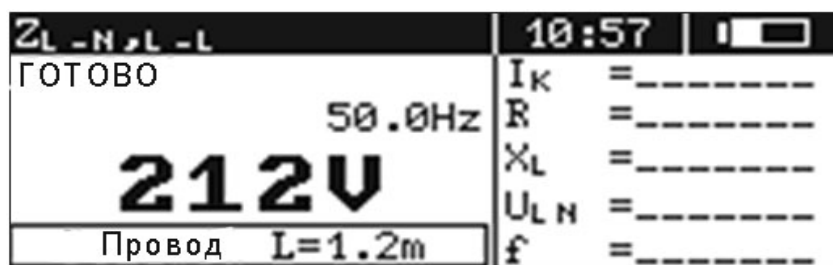
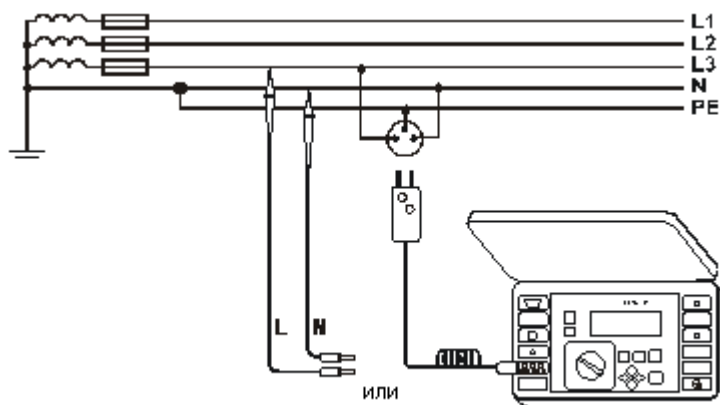
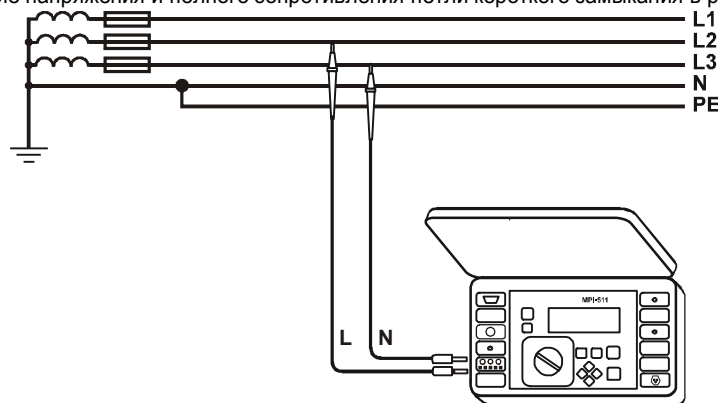

Рис.5. Измерение переменного напряжения для функции $U_{L-N, L-L}$, $Z_{L-N, L-L}$
Рис.10. Измерение напряжения и полного сопротивления петли короткого замыкания в рабочей цепи (L-N)
Рис.11. Измерение напряжения и полного сопротивления в рабочей цепи (L-L)
Измеритель фиксирует и показывает напряжение переменного тока и частоту сети во всех измерительных функциях за исключением R_{ISO} (для функции R_{ISO} - только напряжение). Напряжение измеряется для частоты в пределах 45..65 Гц как True RMS, без устранения (с учетом) возможной постоянной составляющей. Если частота измеряемого процесса не укладывается в указанных границах, то вместо ее величины показывается соответствующее сообщение: $f < 45$ Гц или $f > 65$ Гц. Только для функции $U_{L-N, L-L}$, $Z_{L-N, L-L}$ или U_{L-PE} , Z_{L-PE} напряжение отображается как главный результат (Рис.5). Измерительные провода следует подключить согласно Рис.10 или Рис.11.
- измерительные провода подключить согласно Рис.10, 11 или 12;
Последний результат измерения помнится до момента повторного нажатия клавиши [10]  или смены положения переключателя [9]. После записи результата в память измеритель переходит в режим отображения напряжения (Рис.5) и линейка выбора параметров гаснет.